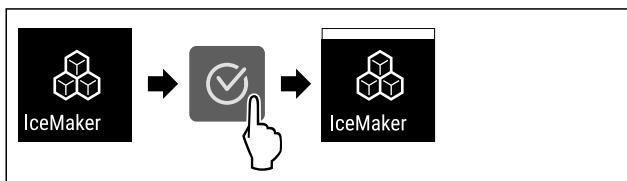

Fig. 17
- ▶ Provedte akční kroky (viz Fig. 17) .